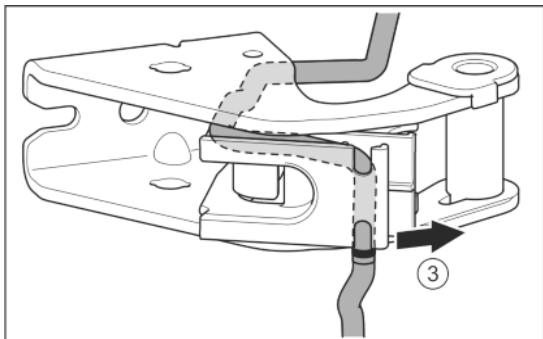

Fig. 25
- Высвободить кабель из направляющей. Fig. 25 (3)